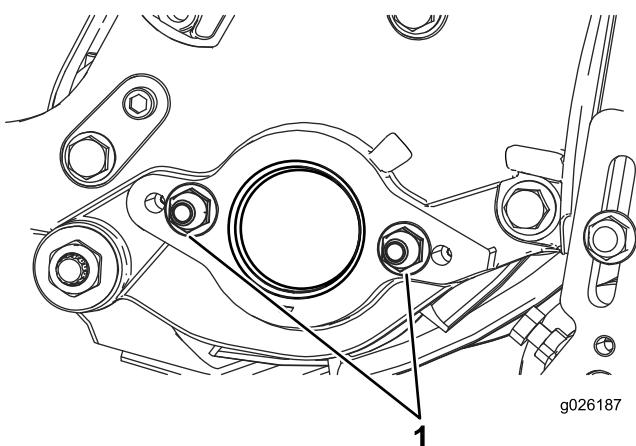

Figura 7
2. Retire las 2 contratuerca de la chapa lateral derecha (Figura 7).
1. Contratuerca (2)
4. Instale las 2 contratuerca de montaje del motor del molinete en la chapa lateral izquierda de la unidad de corte (Figura 7).